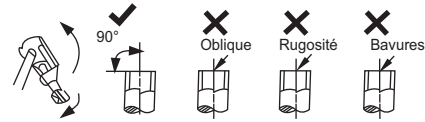

Figure 6 – Coupez le tuyau.
2. Coupez le tuyau à 90 degrés (voir la figure 6) au moyen d'un coupe-tube.